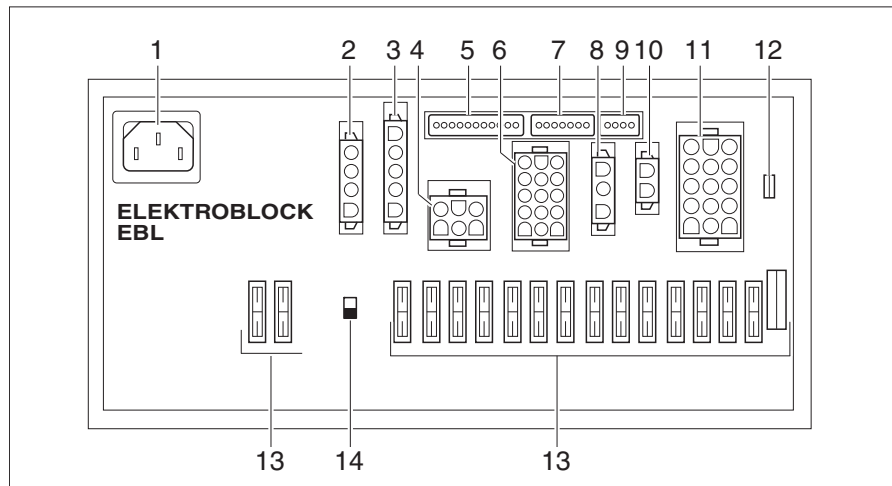

Fig. 242 Bloque eléctrico (EBL 102)
En función del modelo, el bloque eléctrico (Fig. 242) se encontrará en la consola de asiento debajo del asiento del conductor o en la zona del garaje o del grupo de asientos del bar (Globeline).
- ▷ El separador de batería (Fig. 242,14) desconecta todos los consumidores que están conectados al bloque eléctrico, de la fuente de alimentación 12 V.